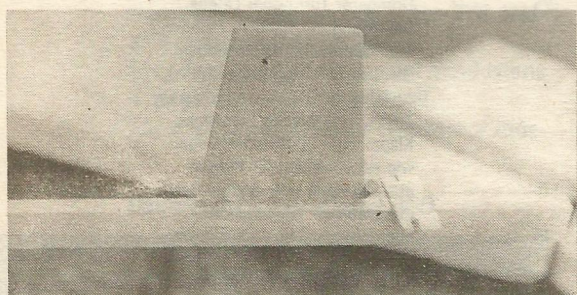

Bild 17
**Bild 17:** Das Seitenleitwerk wird an der vorgesehenen Stelle gut mit Klebstoff aufgesetzt und mit Nadeln bis zum Trocknen in senkrechter Lage gehalten; auch das Befestigungsbrettchen für das Höhenleitwerk ist maßgerecht und winklig aufzukleben